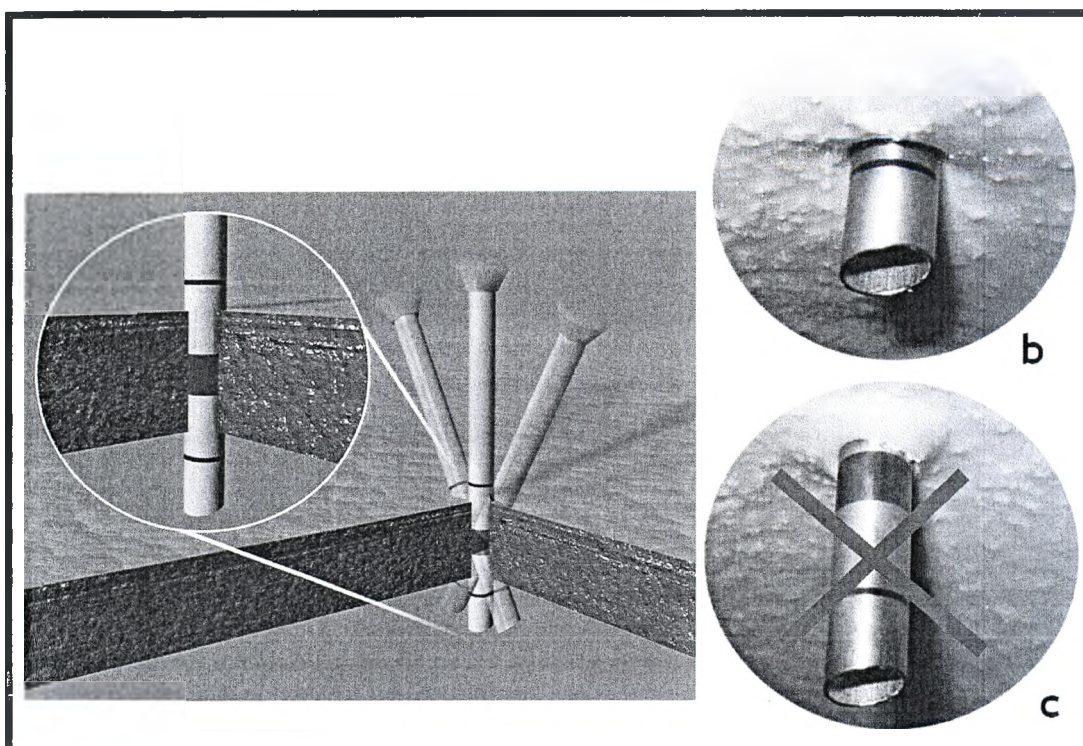

Рисунок 8.2 Правильное размещение удаленного центра канюли для инструментов
- Правильное размещение удаленного центра позволяет уменьшить трение и увеличить точность проникновения инструментов через разрез (Рисунок 8.2 а). При правильном размещении удаленного центра широкое черное кольцо на канюле системы *da Vinci Xi* должно располагаться в толще стенки тела пациента.
- Правильность размещения канюли должна быть подтверждена с помощью визуализации наконечника канюли через эндоскоп. Если при этом видна только первая тонкая линия на дистальном наконечнике канюли, значит удаленный центр правильно расположен в толще стенки тела пациента. (Рисунок 8.2 б).
- Если широкое черное кольцо на канюле попадает в поле зрения эндоскопа, значит удаленный центр расположен слишком глубоко. Неправильное расположение удаленного центра приводит к тому, что при движении манипуляторов усиливается трение, уменьшается точность и повышается травматизация тканей в месте установки порта (Рисунок 8.2 в).